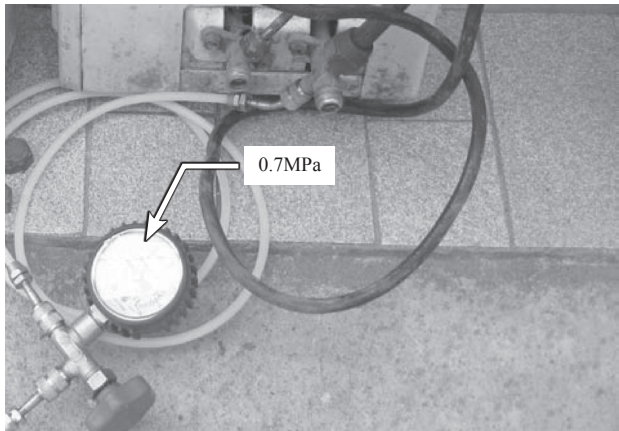

图 4-78 压缩机不工作时，测得 0.7MPa 压力
4) 但此时压缩机不工作，检测循环系统内压力，静压在 0.7MPa 左右，如图 4-78 所示。